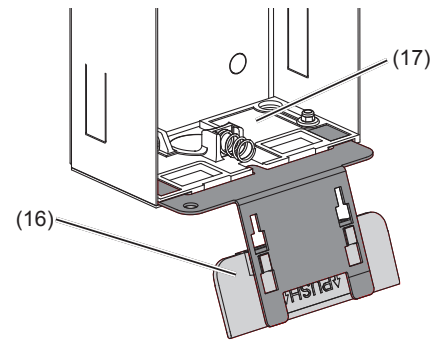

Bild 5: eingestecktes Öffnungswerkzeug
(15) Auflagewinkel der Befestigungselemente
- Öffnungswerkzeug (16) in die Aufnahme des unteren Befestigungselementes (17) am Gehäuse stecken (Bild 5).